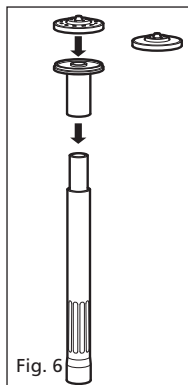

Fig. 6
2. Выберите желаемую фонтанную насадку. 2-х и 3-х ярусные фонтанные насадки просто прикрепляются к трубке фонтана (см. Рис. 6). Трубка фонтана натягивается на более тонкую трубочку расширения телескопической фонтанной насадки (см. Рис. 6). После этого разместите насос в желаемом месте. Внимание: проверьте, что внутренняя трубка раздвижной трубки не вдвинута внутрь наружной трубки.